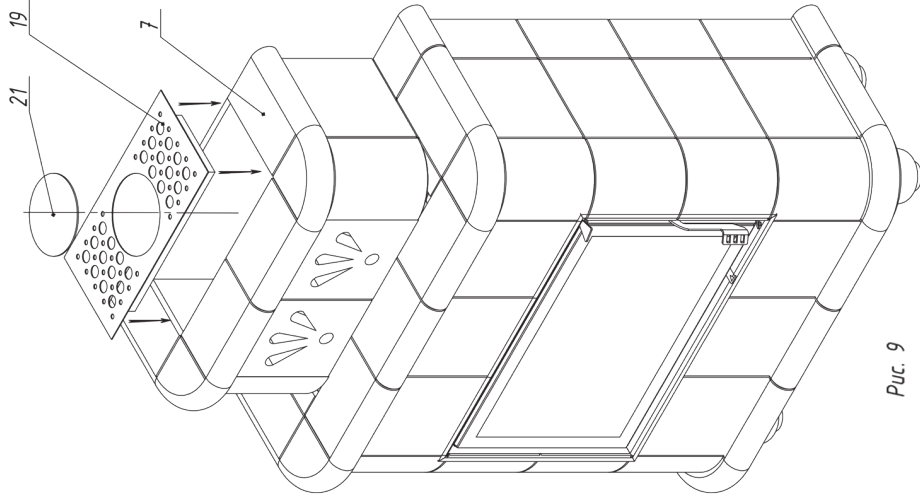

Рис. 9
11. Декоративная крышка 19 и заглушка панели 7 устанавливается на верхнюю панель 7 (Рис. 9)